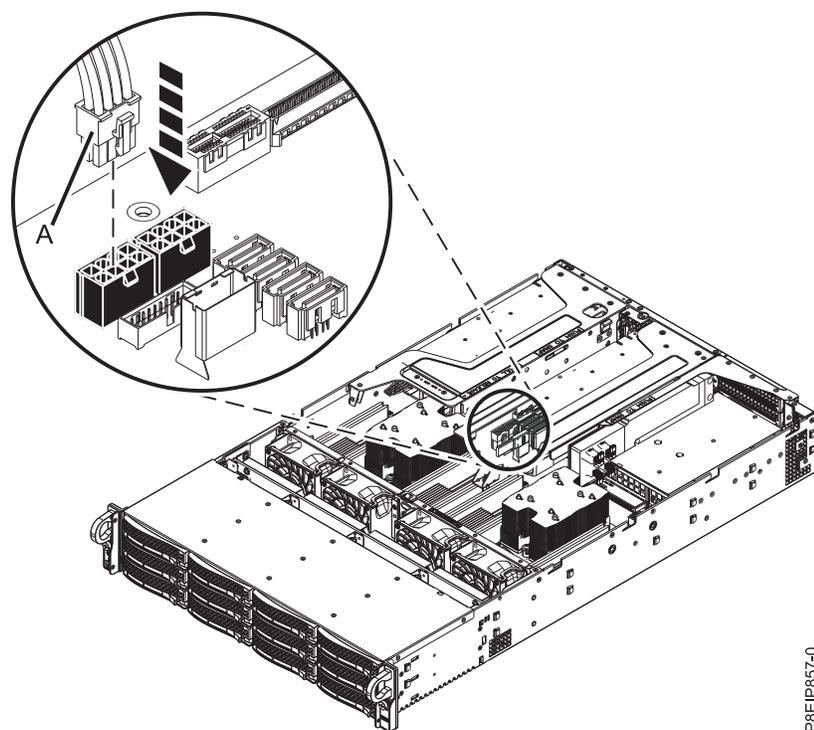

Figura 57. Conexión del cable de alimentación de GPU
- d. Si la posición 5 contiene una GPU, conecte el cable de alimentación de GPU (A) a la placa posterior del sistema, como se muestra en la Figura 57.